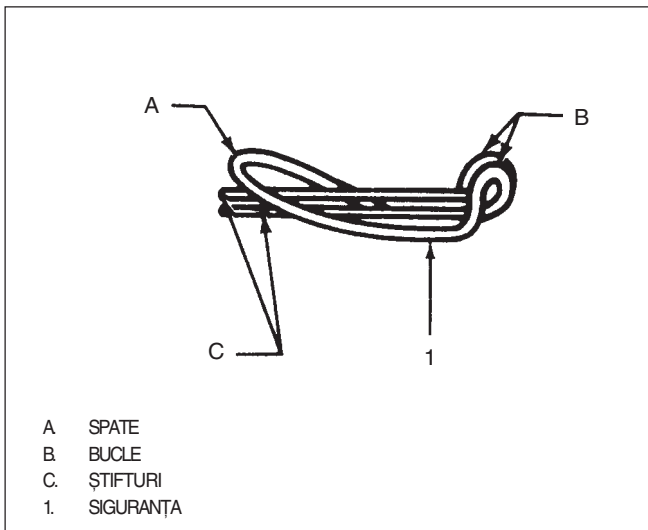

Fig. 7 Siguranță
- 6) Siguranța (1) de pe rotulă.
- Se ridică partea din spate a siguranței în timp ce se trage în afară de cele două bucle din față ale siguranței. Vezi Fig.7.